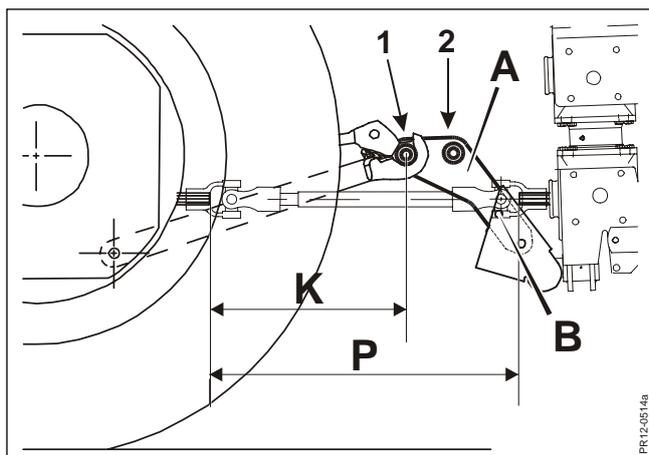

Fig. 2-2
- Fig. 2-2 Die Zugbalkenverlängerung **A** funktioniert als Stoßdämpfer in dem Top Safe System, das auf der Maschine Standard ist.
- Fig. 2-2 **KURZE UNTERLENKER:**